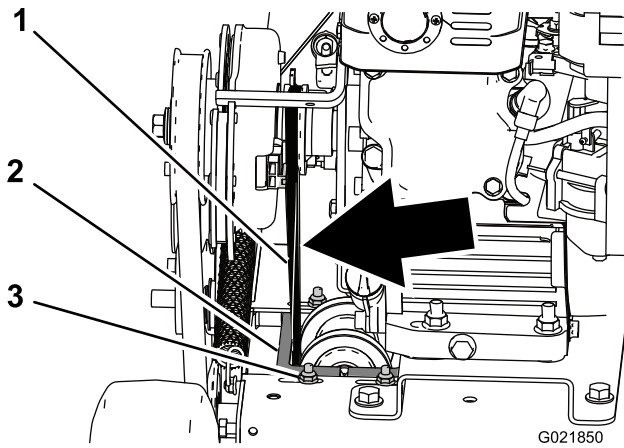

Figura 24
4. Compruebe la tensión de la correa. No debe flexionarse más de 6 mm (1/4 pulgada) cuando se aplica una presión moderada con los dedos al tramo situado justo por encima del bastidor de la máquina (Figura 24).
5. Para apretar la correa, afloje los 4 pernos y tuercas de montaje que sujetan el soporte de las poleas al bastidor, mueva el soporte a la izquierda, apretando la correa, y luego apriete los 4 pernos y tuercas de montaje (Figura 24).